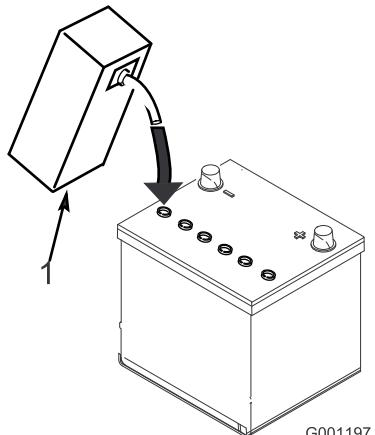

Figure 5
3. Versez de l'électrolyte avec précaution dans chaque élément jusqu'à ce les plaques soient recouvertes par environ 6 mm (1/4 po) de liquide (Figure 5).
5. Faites l'appoint au besoin pour que le niveau de liquide monte à 6 mm (1/4 po) en dessous du creux de remplissage (Figure 5).